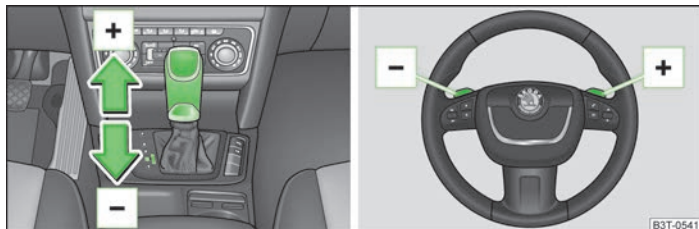

Fig. 127 Palanca selectora y volante multifunción
- Presionar ligeramente la palanca selectora hacia adelante **+** » fig. 127.
- Presionar ligeramente la palanca selectora hacia atrás **-** » fig. 127.